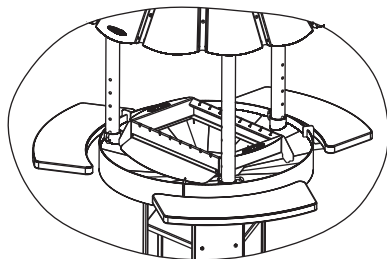

Рисунок 3
На бортах чаши, с помощью кронштейнов (5), размещены три деревянные столешницы (4). Чаша установлена на опоре (10), состоящей из трех боковых стенок, двух полок (9) и основания (11) с отверстием для организации притока воздуха  $\varnothing 250\text{мм}$ . В чашу (6) предусмотрена возможность установки мангала, входящего в комплект поставки (см. рисунок 3).